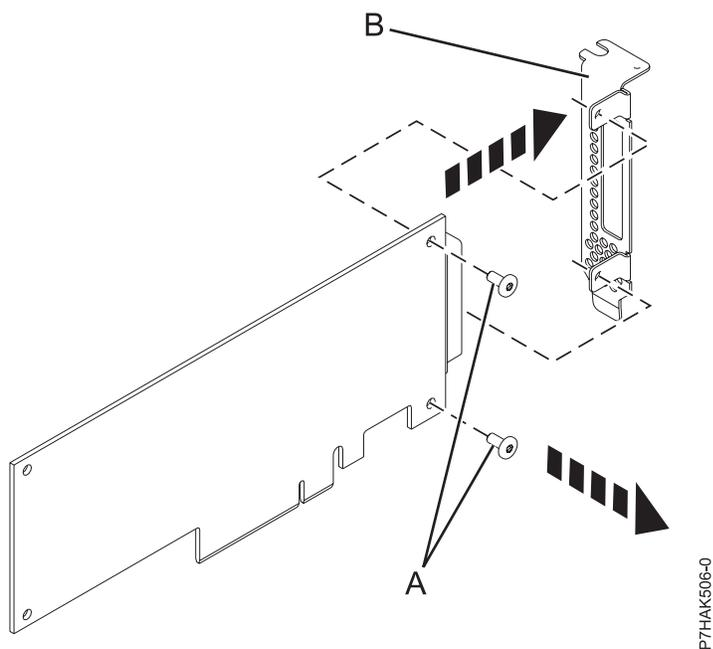

Figura 10. Removendo o suporte sobre trilhos low-profile de um adaptador PCI com falha
4. Usando uma chave de fenda Phillips, desaparafuse os dois parafusos (A) que prendem o suporte sobre trilhos (B) ao adaptador PCI com falha, conforme mostrado na Figura 10.